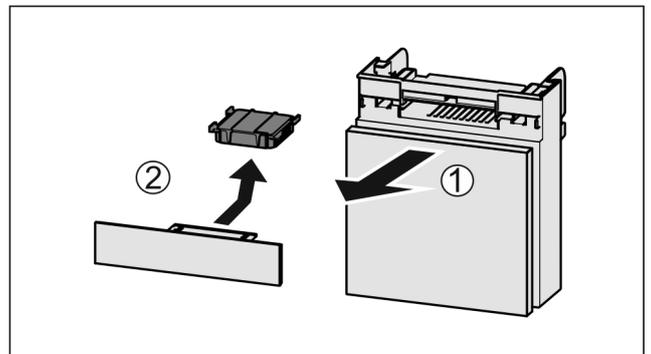

Fig. 177
- ▶ Extraire le compartiment par l'avant Fig. 177 (1).
- ▶ Sortir le filtre à charbon actif Fig. 177 (2).